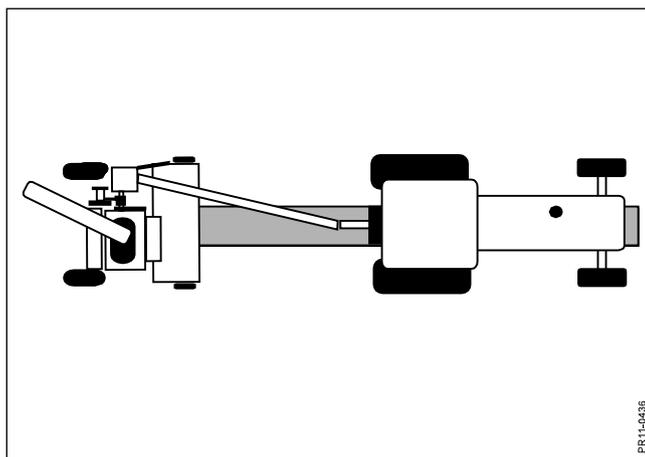

Abb. 6-11
**Abb. 6-11 3)** Hier arbeitet der Häcksler in Reihe, während der Schlepper über die Schwade fährt. Diese Technik ist gut geeignet, um einzelne Schwaden aufzuheben, da man nicht über das Erntegut fahren muss. Die Technik ist auch für das Beladen von beiden Seiten aus geeignet und nähert die Schlepper einander an.
**ACHTUNG:** Die Zapfwelle sollte mit einer Abweichung von höchstens 20° arbeiten. Für scharfes Wenden nach rechts wird daher empfohlen, die Zugdeichsel in die Transportposition oder eine Position, die dem Arbeiten in Reihe entspricht, zu bewegen (siehe Abb. 6-11)